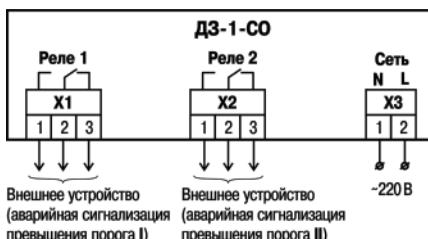

Рисунок 5.2 – Функциональное назначение клемм прибора
- выполнить подключение проводов согласно схеме (см. рисунок 5.2), учитывая, что в приборе применены съемные клеммники для удобства монтажа. Типовая схема подключения датчика приведена на рисунке 5.3.